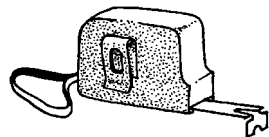

Рис. 1.11. Рулетка
- ❑ Рулетка (рис. 1.11). Предназначена для проверки стоек-порядовок в начале работы, а также при кладке окон и верхней обвязки дверей, когда необходимо постоянно контролировать размеры.